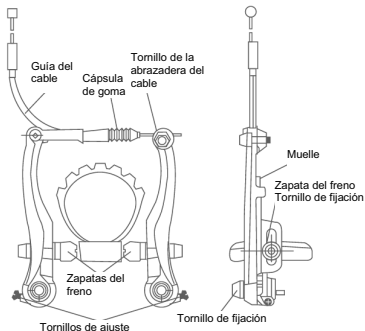

Figura 10
- Ambas zapatas deben tener la misma distancia a la llanta: entre 1 y 2 mm. Se pueden regular con los tornillos de ajuste. (Figura 10)